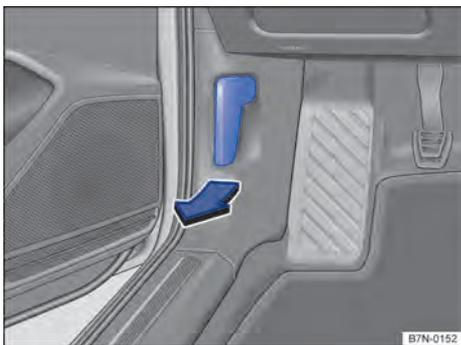

Fig. 229 En la zona reposapiés del lado del conductor: palanca de desbloqueo del capó del motor.
- Antes de abrir el capó del motor, asegúrese de que los brazos del limpiacristales se encuentren sobre el parabrisas → ①.
- Abra la puerta del conductor y tire de la palanca de desbloqueo en el sentido de la flecha → fig. 229. El capó del motor se desengancha del bloqueo del portacierre por la fuerza de un muelle → ⚠.